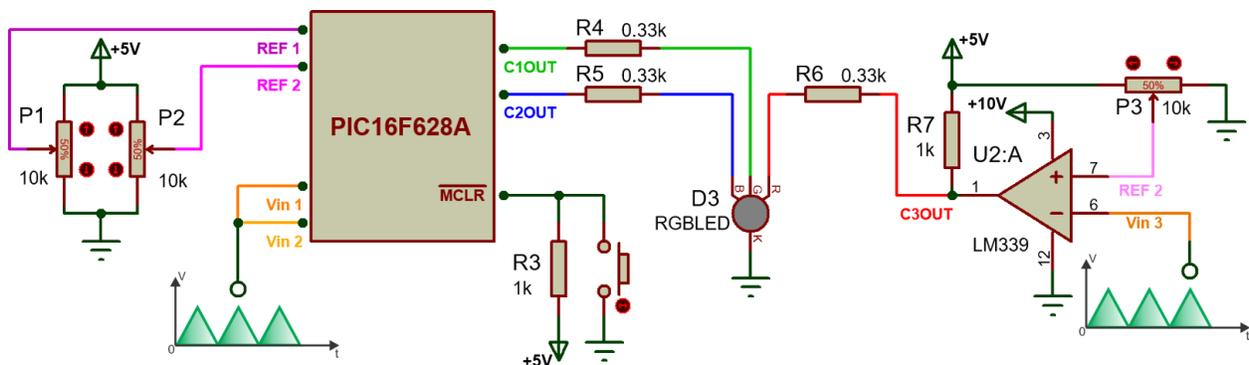

Figura 7.5. Circuito simbólico de control de color.
8. Desconecte las señales de entrada Vin1 y Vin2 y en su lugar conecte en la terminal común de referencia la misma señal triangular del comparador discreto. Conecte las salidas C1OUT, C2OUT del microcontrolador y C3OUT del comparador discreto a las tres terminales de entrada del LED RGB como se muestra en la figura 7.5.